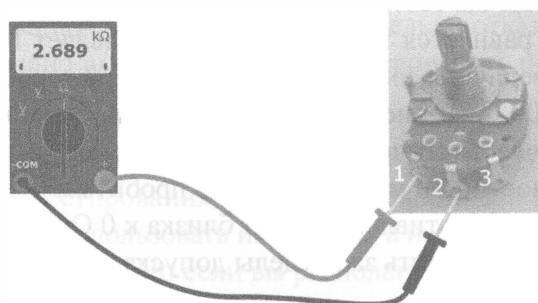

Рис. 16.10. Подключите щупы мультиметра к первому и второму, затем — ко второму и третьему, а затем — к первому и третьему выводам потенциометра
- Если измерительные щупы мультиметра подключены к одному крайнему выводу потенциометра (точка 1) и к его среднему выводу (*движку*, точка 2), как показано на рис. 16.10, то поворот ручки регулировки сопротивления в одном направлении увеличивает сопротивление, а поворот ручки регулировки сопротивления в другом направлении уменьшает сопротивление.